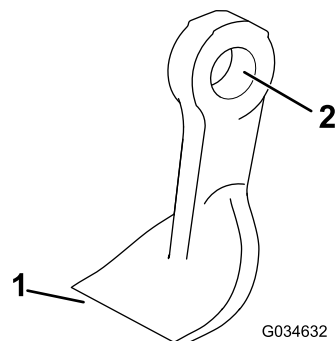

Figure 78
- Contrôlez l'état de chaque lame, en particulier les fixations, le tranchant et le trou de fixation (Figure 78). Remplacez toutes les lames et fixations endommagées